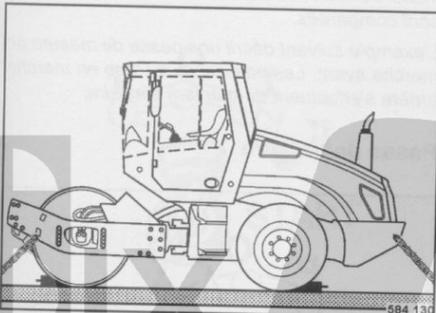

fig. 115
- Arrimer la machine sur le moyen de transport (fig. 115) par les quatre oeillets des châssis avant et arrière.